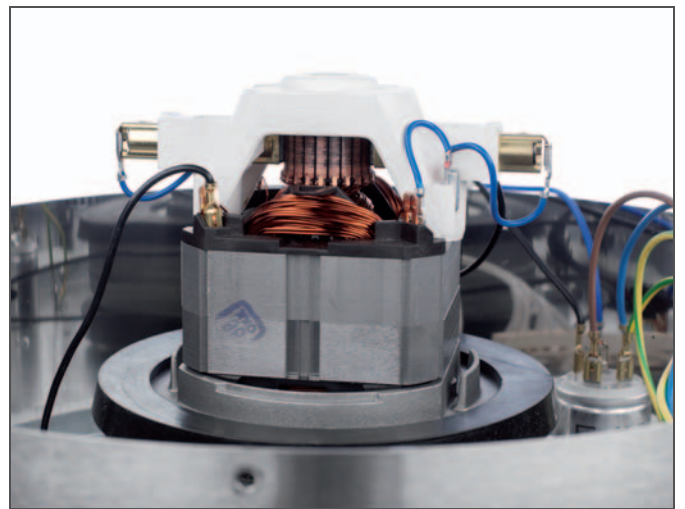

Fig. 8-4 Schimbarea periilor de cărbune
6. Extrageți periile de cărbune în lateral (vezi fig. 8-4).